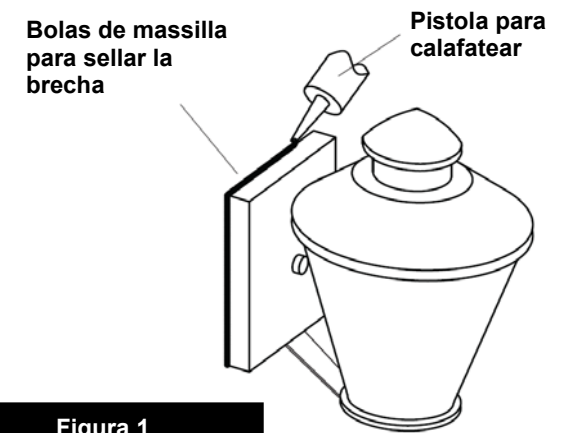

Figura 1
1. Conecte el cable de alimentación positiva **(A)** (normalmente negro o la cara lisa, sin marcas del cable de dos conductores) de plomo accesorio positivo **(B)** con un giro de tamaño adecuado en el conector – **Véase la Figura 1 y 2**.
Para conectar a tierra en un sistema eléctrico de 3 hilos, fije el cable de tierra del artefacto **(E)** (generalmente de cobre o verde recubierto de plástico) a la brida de montaje accesorio **(M)** con el tornillo de tierra **(S)** – **Véase la Figura 1**.
Después de asegurar accesorio a la pared, se recomienda que la distancia entre la pared y la place de fijación puede sellare con cualquier buena massilla impermeable de calidad o sellador de silicona (No Incluido) - Vésa La Figura 1.